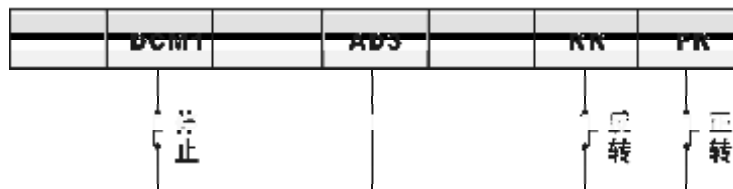

图8 运转信号保持电路
- (1) 用按键式开关等瞬时接触开始运转和停止时，按图8所示进行布线，并请设定功能代码(Cd001=2、Cd069=2)。